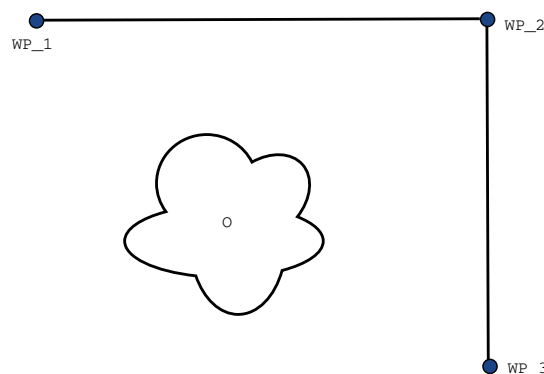

Figura 14.2: WP_1: posição inicial WP_2: ponto do trajeto, WP_3: posição de pegar, O: obstáculo.
Exemplo Considere como exemplo uma aplicação de pegar e colocar (consulte a figura 14.2), em que o robô está atualmente no ponto de rota 1 (WP_1) e precisa pegar um objeto no ponto de rota 3 (WP_3). Para evitar colisões com o objeto e outros obstáculos (O), o robô deve se aproximar WP_3 no sentido proveniente do ponto de rota 2 (WP_2). Desse modo, os três pontos de rota são introduzidos para criar um caminho que satisfaça os requisitos.